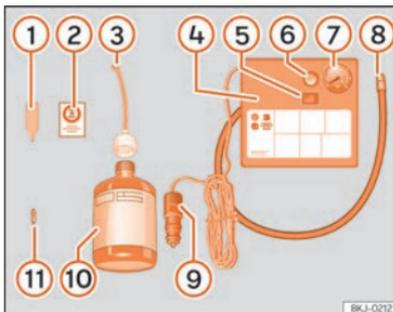

Abb. 231 Prinzipdarstellung: Bestandteile des Pannensets
Das Pannenset befindet sich im Gepäckraum unter dem Bodenbelag. Es besteht aus folgenden Bestandteilen »» (Abb. 231):
- Ventilkappe und Ventileinsatz vom Reifenventil abschrauben. Verwenden Sie den Ventileinsatzdreher »» (Abb. 231) ① zum Heraus-schrauben des Ventileinsatzes. Legen Sie den Ventileinsatz auf einem sauberen Untergrund ab.
- Reifenfüllflasche kräftig schütteln »» (Abb. 231) ⑩.
- Einfüllschlauch »» (Abb. 231) ③ auf die Reifenfüllflasche schrauben. Die Folie am Verschluss wird automatisch durchstoßen.
- Verschlussstopfen vom Einfüllschlauch »» (Abb. 231) ③ entfernen und das offene Schlauchende auf das Reifenventil schrauben.
- Ventileinsatz mit dem Ventileinsatzdreher »» (Abb. 231) ① wieder in das Reifenventil schrauben.
- Reifenfüllschlauch »» (Abb. 231) ⑧ des Luftkompressors fest auf das Reifenventil schrauben.
- Prüfen, ob die Luftablassschraube »» (Abb. 231) ⑥ zugedreht ist.
- Kabelstecker »» (Abb. 231) ⑨ in eine 12-Volt-Steckdose des Fahrzeugs stecken »» S. 228.
- Luftkompressor mit dem EIN-/AUS-Schalter »» (Abb. 231) ⑤ einschalten.
- Kleben Sie den Aufkleber »» (Abb. 231) ② im Sichtfeld des Fahrers auf das Kombi-Instrument.
Schließen Sie den Reifenfüllschlauch »» (Abb. 231) ⑧ wieder an und lesen Sie den Reifenfülldruck an der Reifenfülldruckanzeige ⑦ ab.